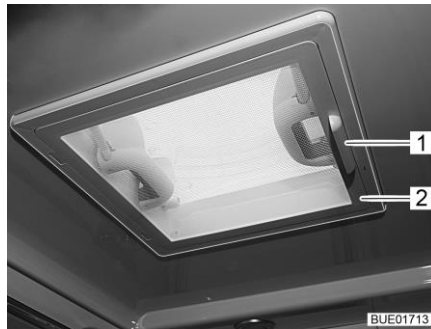

Bild 112 Taklucka med snäpplås
- Sväng ned insektsskyddet (Bild 112,2) med handtaget (Bild 112,1).